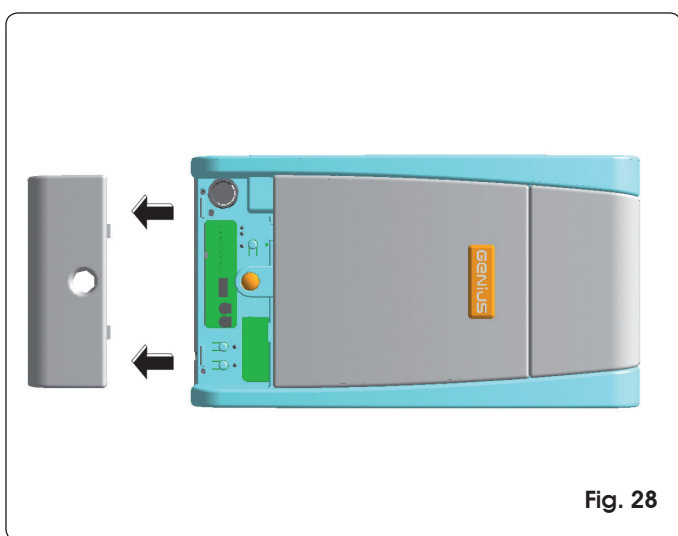

Fig. 28
**✋** Il ciclo di SET UP va eseguito con il carter plastico montato. E' sufficiente togliere lo sportello posteriore. (Fig. 28).